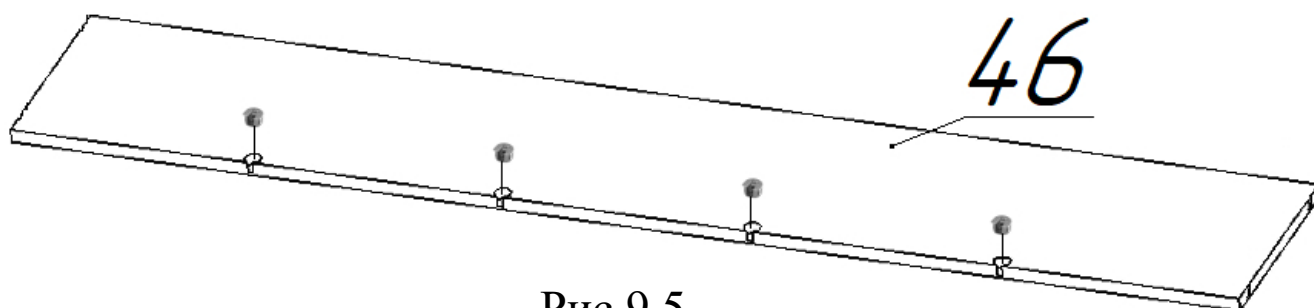
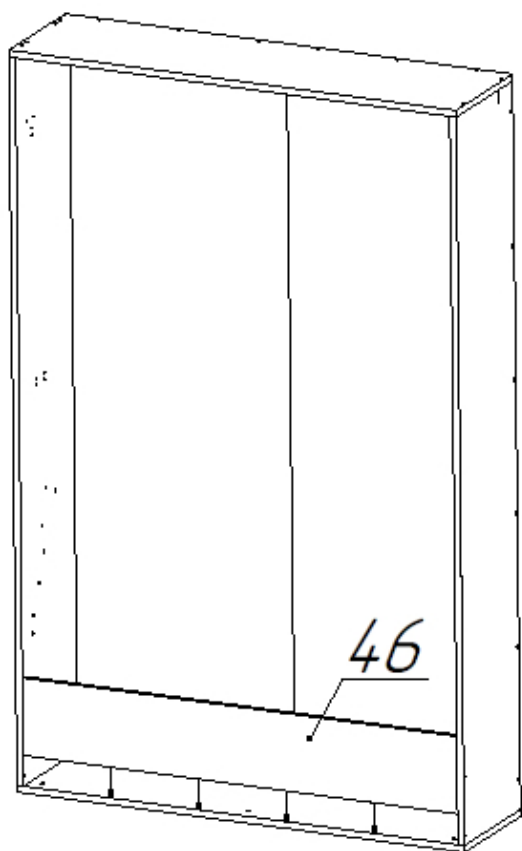

Рис.9.5
Рис.9.6
21. Установить на царгу поз.46 эксцентрики поз.53А в соответствии с рис.9.5. Установить царгу поз.46 в короб кровати, совместив штоки эксцентриковна панели нижней поз.43 с соответствующими отверстиямина царге поз.46 в соответствии с рис.9.6 (Рама кровати условно не показана). Закрепить царгу с помощью винтов-конфирматов поз.49 (см.рис.9.7). С помощью отвертки PZ2 повернуть эксцентрики поз.53 на царге поз.46 по часовой стрелке до упора.